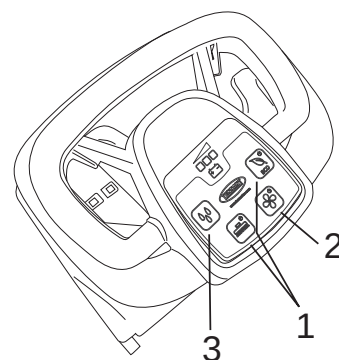

Fig.17
- Appuyer sur le bouton brosse ou le bouton ECO (Fig. 17 - Rep. 1) l'aspiration et l'écoulement de la solution sont activés ainsi que la brosse.
- Vérifier pendant le travail la qualité du lavage et régler l'écoulement de la solution à l'aide du bouton écoulement solution (Fig. 17 - Rep. 3).
- Appuyer sur le bouton brosse (Fig. 17 - Rep. 2).
- Éteindre l'aspiration en appuyant sur le bouton aspiration (Fig. 17 - Rep.2).